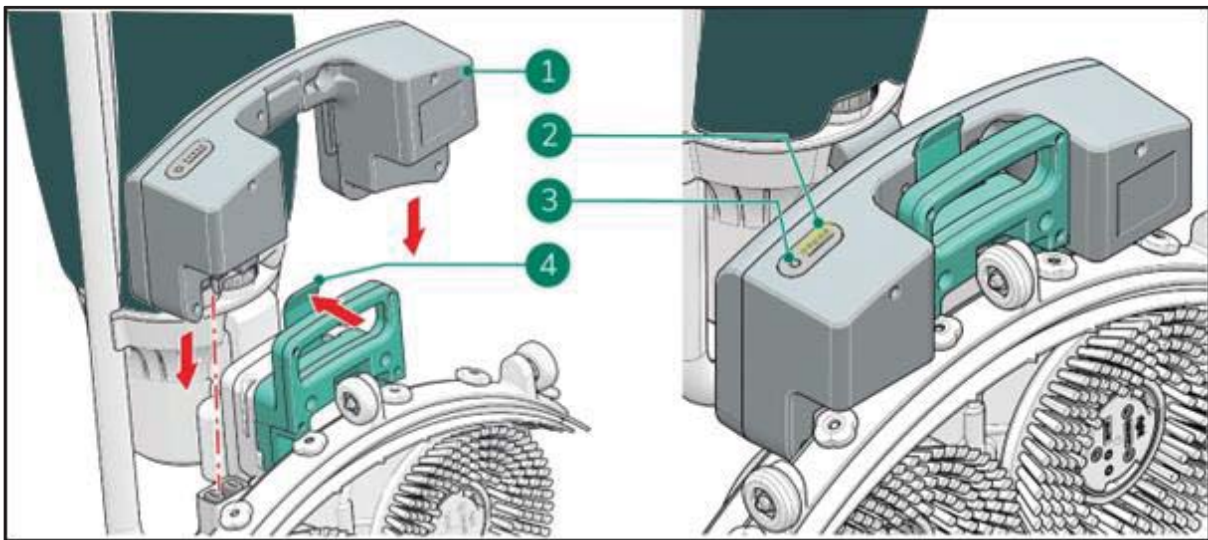

Figure 13
2. Poussez la batterie (Figure 13, pos 1) dans le logement de batterie. Un clic indique que la batterie est verrouillée en place par l'agrafe de retenue (Figure 13, pos. 4).
3. Pendant le fonctionnement, vous pouvez vérifier la quantité d'énergie restante (Figure 13, pos 2) en appuyant sur le voyant d'alimentation (Figure 13, pos 3) sur la batterie.